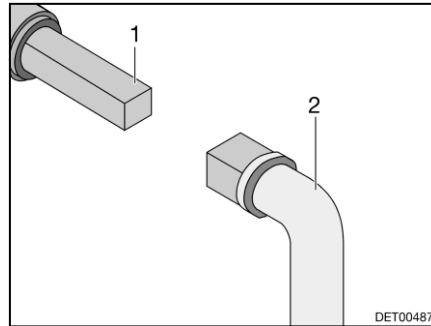

Fig. 100 Manejo del grifo para la eliminación de aguas residuales
- Insertar la llave (Fig. 100,2) en el cuadrado (Fig. 100,1).